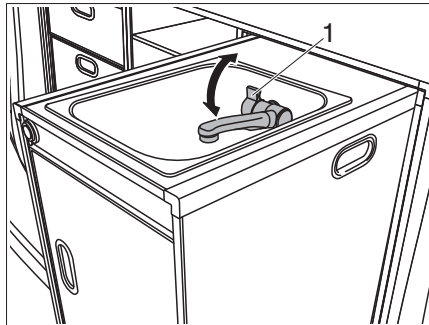

Bild 43 Spülbecken mit Wasserhahn
Das Fahrzeug ist mit einem eingebauten Wasserkanister ausgestattet. Eine elektrische Wasserpumpe pumpt das Wasser an den Wasserhahn (Bild 43,1). Durch Öffnen des Wasserhahns schaltet sich die Wasserpumpe automatisch ein und pumpt Wasser zur Entnahmestelle.
- Wasserhahn (Bild 43,1) drehen.
- Wasserhahn (Bild 43,1) zurück drehen.